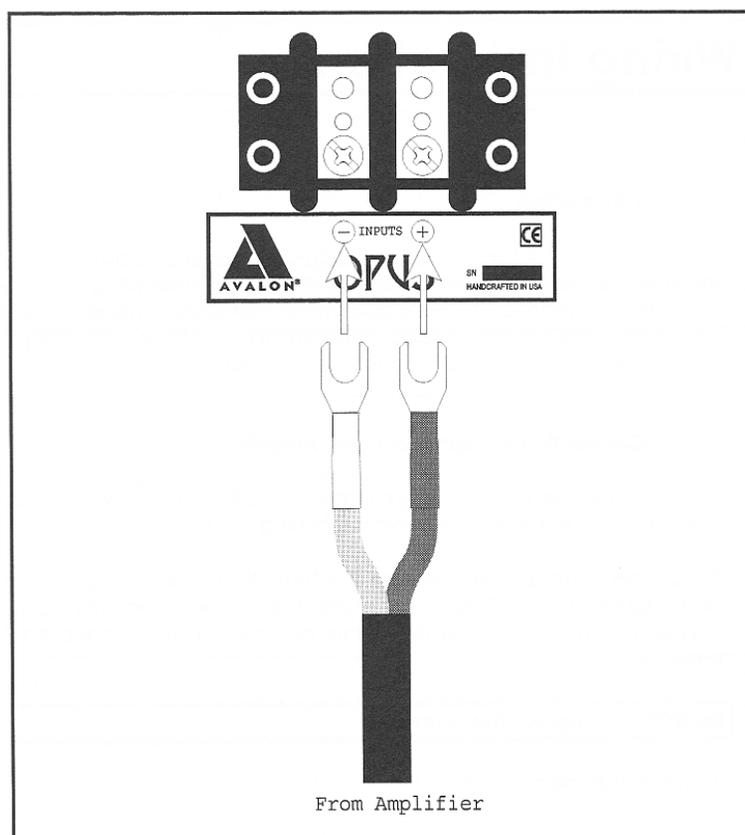

図 5.1 スピーカーとアンプをスタンダード (シングル) ワイヤリングで接続したところを、下から見た場合。プラス/マイナス極が正しくつながれているかを、確かめてください。
2. スピーカーケーブルをスピーカーの底部にあるターミナルブロックに接続します。(図 5.1 参照) プラス/マイナス極が正しくつながれていることを、確かめてください。